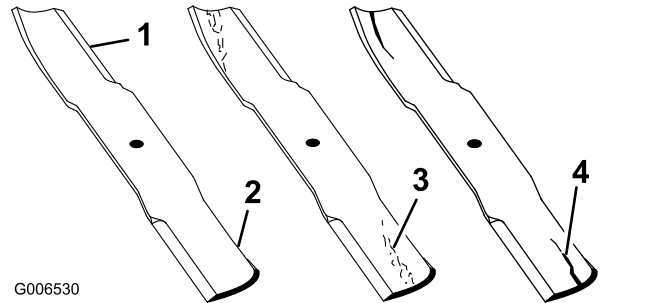

図 142
2. ブレードの切っ先を注意深く観察する特に、図 142に示す直線部と曲線部が交わる部分をよく観察する。
注 この、直線部と曲線部の交差域は、砂などによる磨耗が進みやすい部分なので、機械を使用する前によく点検することが必要である。磨耗が進んでいる場合にはブレードを交換する 図 142を参照。